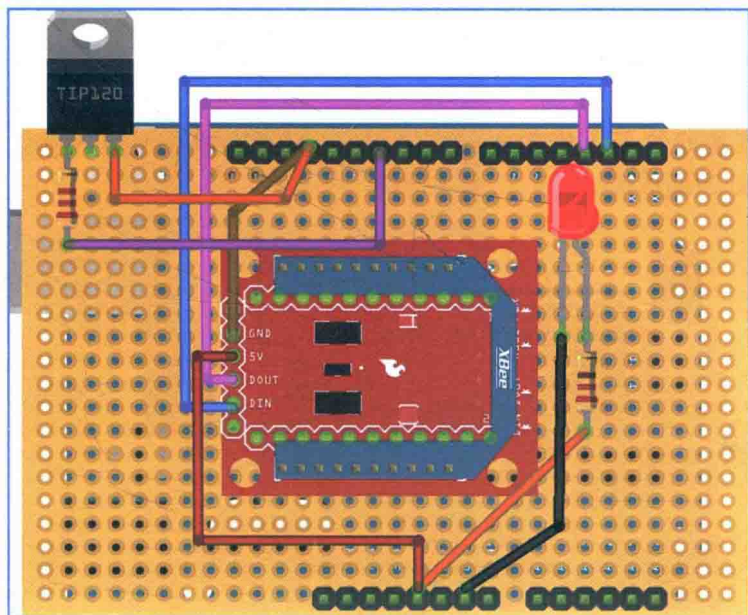

图 11.14 在板上焊接 TIP120 晶体管
- d. 在板上加入 TIP120，最左边的引脚（称为基极）通过一个 $2.2\text{K}\Omega$ 电阻连接到 Arduino 的第 11 引脚，如图 11.14 中的紫色线所示。最右侧的引脚（称为发射极）连接到 Arduino 的地线——图中的蓝绿色线。